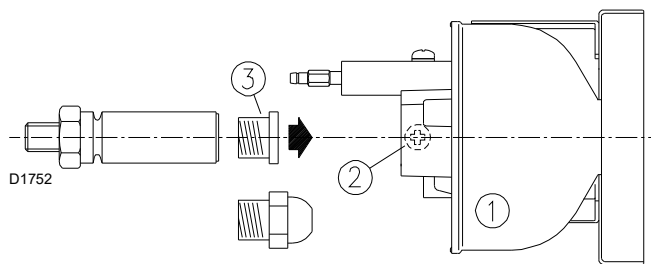

Рис. 11
- Открутите винты 2) (Рис. 11) и снимите узел стабилизатора пламени 1), снимите пластиковую крышку 3) и установите форсунку: не используйте средства для уплотнения: прокладки, ленту или герметики.